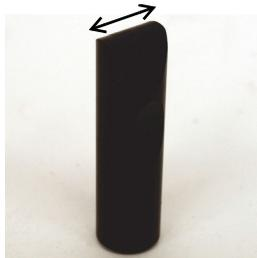

Рис. 5-32 Длинная сторона наконечника преобразователя
1. Установите преобразователь между двумя рисками на образце так, чтобы длинная сторона наконечника преобразователя (см. Рис. 5-32 на стр. 158) была расположена перпендикулярно рискам; нажмите клавишу A-LIFT